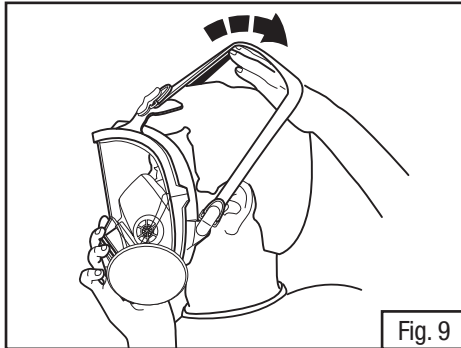

Fig. 9
1. Solte completamente todos os quatro tirantes da cabeça. Com uma mão, puxe o cabelo para trás fora da área de vedação da peça facial. Coloque o queixo no copo de queixo. Enquanto mantém a peça facial no lugar, puxe o suporte de cabeça para a parte de trás da cabeça (Fig. 9).